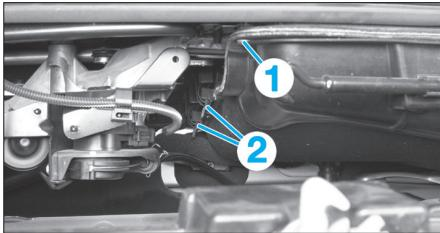

Fig. 1
- De chaque côté déposer la vis quart de tour (1) (Fig.1).
- De chaque côté défaire les 2 crochets (2) et ouvrir le boîtier (**Fig.1**).